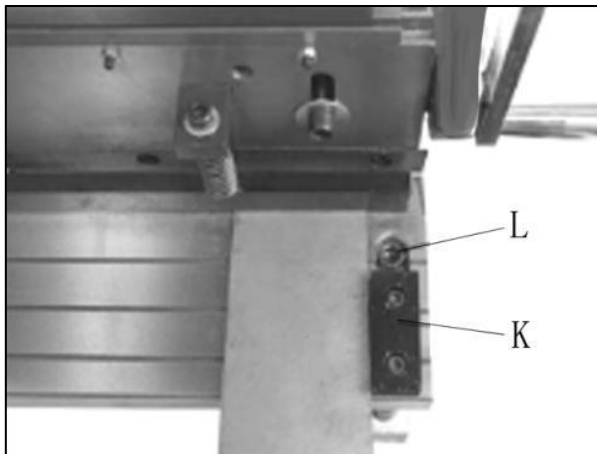

Abbildung 7
8. Legen Sie das Werkstück gegen den Führungsblock an der rechten Tischkante (K, Abbildung 7). des Werkstücks sollte an der Führung anliegen Platte.
(L, Abbildung 7) an jedem Ende Tisch, mit 6mm Inbusschlüssel.